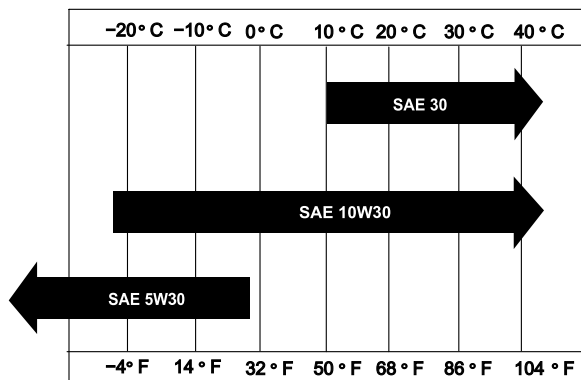

Figura 27
**Viscosidad:** seleccione la viscosidad del aceite según la temperatura ambiente; consulte la Figura 27.